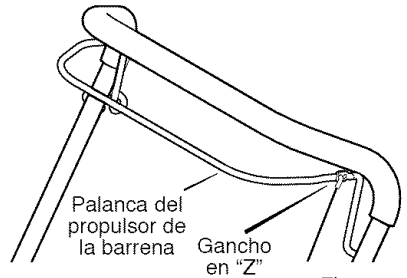

Figura 18
1. Quite el **gancho en "Z"** de la **palanca de propulsión de la barrena** (Figura 18).
7. Monte el **gancho en "Z"** a la **palanca de propulsión de la barrena** (Figura 18).